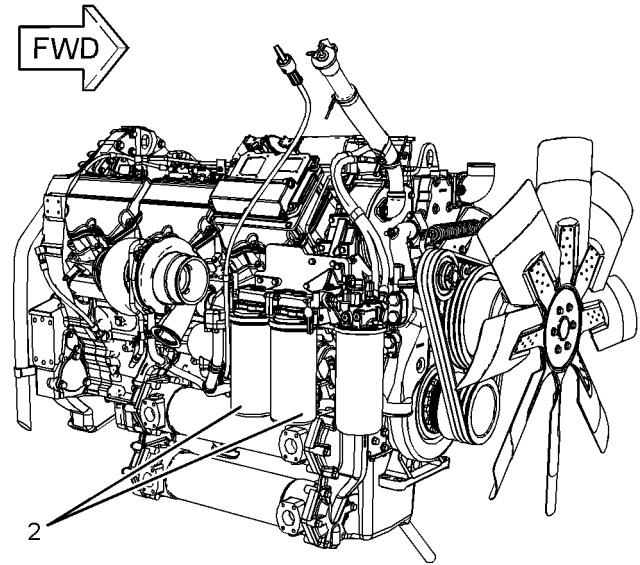

Ilustración 178
3. Separe las conexiones de desconexión rápida. Conecte la herramienta QuickEvac(A) a la conexión macho de desconexión rápida (7). Conecte un suministro de aire a la manguera designada en la herramienta QuickEvac. Purgue el sistema de aceite del motor y los filtros de aceite durante 10 segundos utilizando una presión de aire de 620 kPa (90 lb/pulg²). Quite el suministro de aire.
4. Conecte la manguera designada de la herramienta QuickEvac a la conexión hembra de desconexión rápida (6) y conecte la conexión eléctrica para la herramienta QuickEvac a la conexión eléctrica (5).
6. Separe la herramienta QuickEvac después de extraer el aceite. Conecte la conexión macho de desconexión rápida (7) a la conexión hembra de desconexión rápida (6).
7. Quite y deseche los filtros usados del aceite (2). Vea la Ilustración 178.